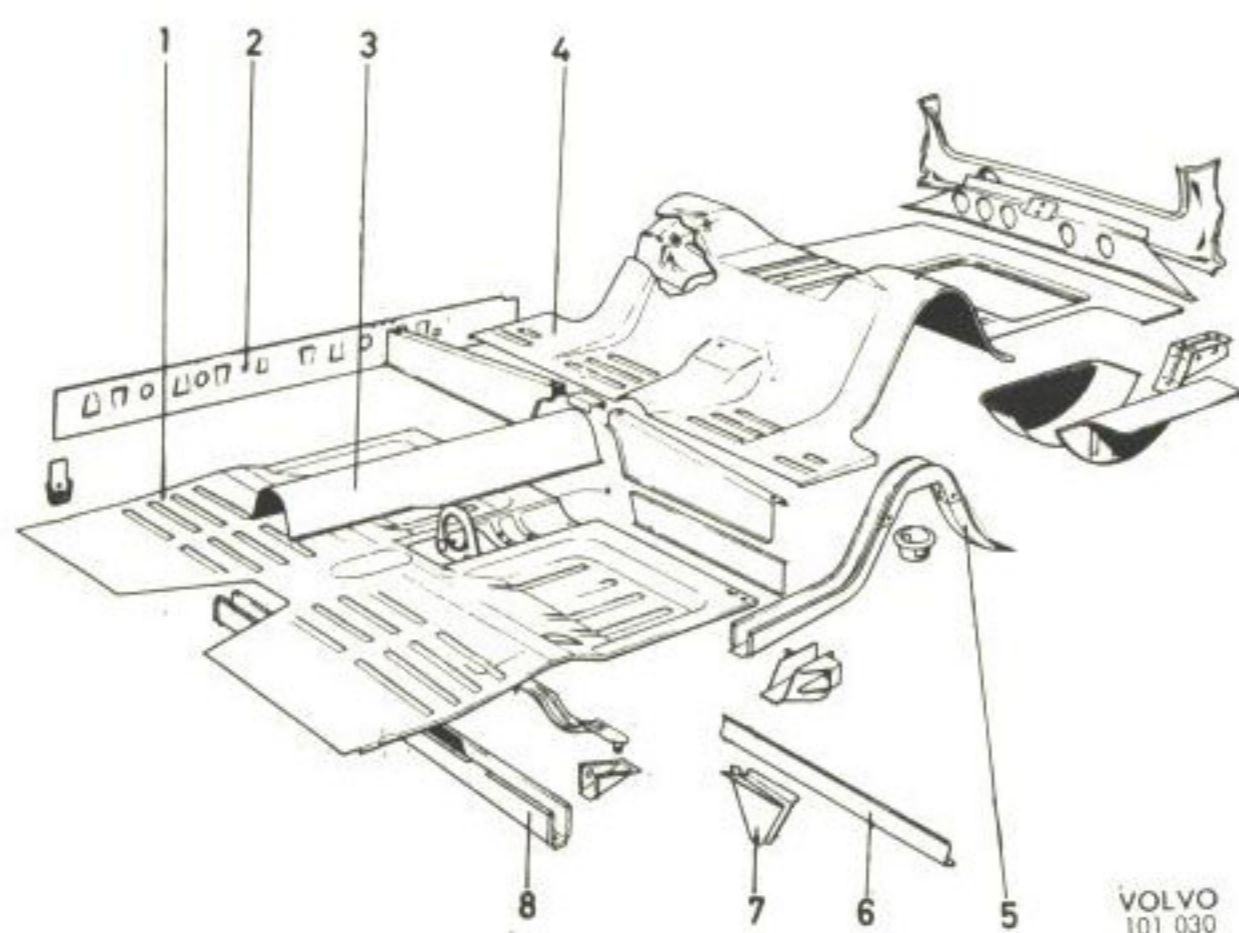
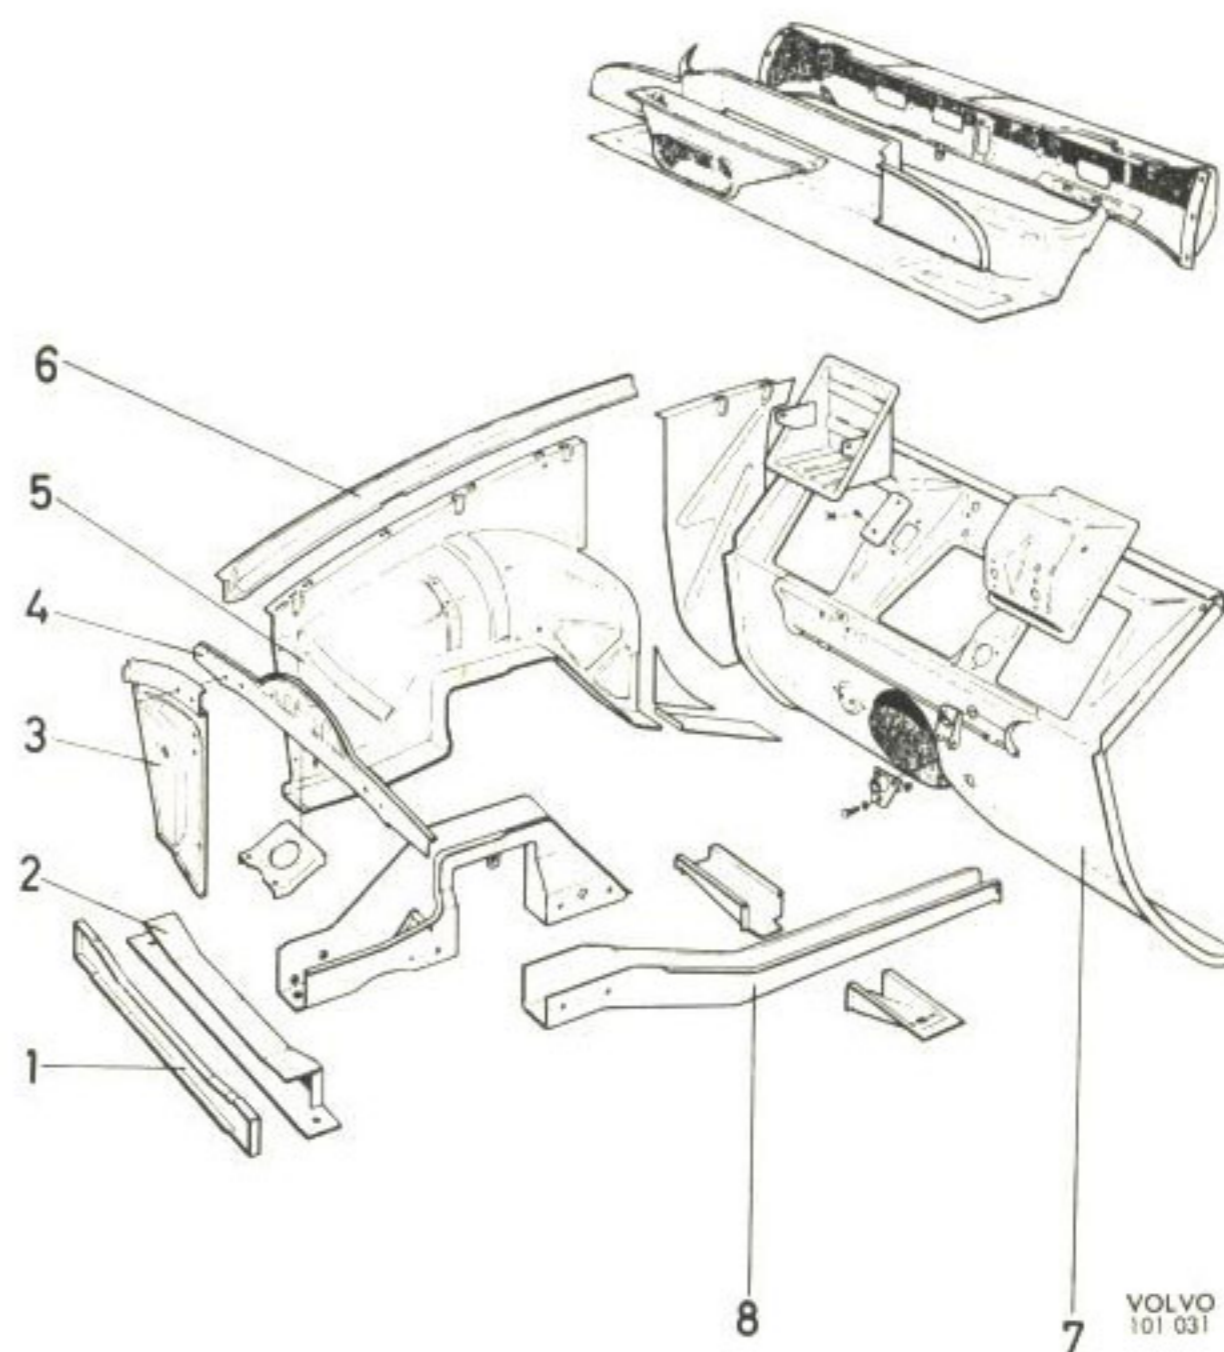

Bild 1. Golvparti (2- och 4-dörrars)
Bild 2. Torpedparti
Golv- och ramparti (bild 1) består av främre och bakre golvplåt (1 och 4) samt inre bottensvällare (2), främre och bakre tvärbalkar (8 och 6), tunnel (3) samt torpedparti (bild 2). Golvplåtarna är svetsade tillsammans vid bakre sitsresaren. Tunneln (3) vilken utgör genomföring för kardanaxeln är punktsvetsad vid golvplåtarna. Bakre golvplåten har på vardera undre sidan en längsgående förstärkningsbalk (5) samt mellan dessa ett antal tvärbalkar. En av tvärbalkarna (6) är försedd med fästeanordning (7) för bakaxelns tvärstag. I bakre golvplåten är ett flänsat hål uppta-
get för infästning av bränsletanken, vars överdel utgör del av golvet i bagageutrymmet. Torpedpartiet (bild 2) består av mellanbräda (7), hjulhus (5), främre övre tvärbalk (4) och sidoplåtar (3) samt nedre tvärbalk (1 och 2). Mellanbrädan utgör karosseriets främre tvärvägg och är utformad med svetsade gavlar. Från främre golvet utgår två främre sidobalkar (8). De är framtill sammanbundna med en tvärbalk (2) och baktill anslutna till främre tvärbalken under framstolarna. Från övre hörnet vid mellanbräda—framstolpe utgår övre sidobalkar (6). Dessa är punktsvetsade till främre stolpen, främre sidoplåten och hjulhusplåtarna. Vid sidobalkarna fastsättes framaxelbalken och stötfångarnas bärjärn.